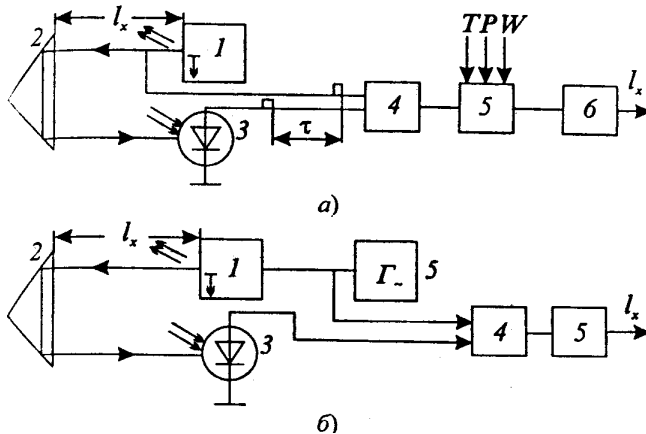

Рис. 1. Схеми реалізації локаційного методу вимірювань відстаней
- імпульсний (принципальна схема наведена на рис. 1,а);
- модуляційний (фазовий) (рис.1б).
У фазових (модуляційних) локаційних віддалемірах (рис. 1,б) використовується неперервне випромінювання лазера 1, модульоване за інтенсивністю синусоїдним сигналом з частотою  $f_i$  від генератора 5. Як інформативний параметр для визначення часу проходження променем подвійної вимірюваної відстані  $l_x$  приймається кут фазового зсуву між напругою на виході приймача випромінювання 3 ( $U$ ) та модульованою напругою, який вимірюється за допомогою фазометра 4 здійснюється на частоті модуляції  $f_m$ .